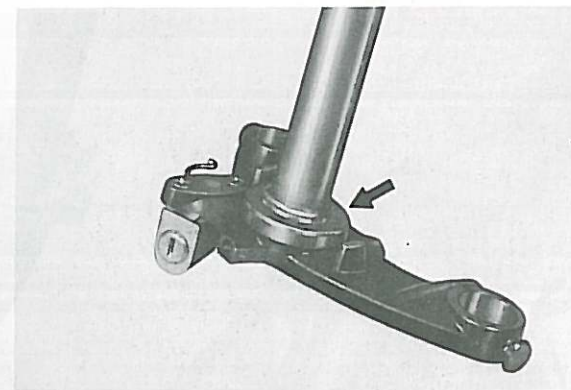

Fig. 5-7-8
2. Remove the bearing race from the lower bracket by tapping around its diameter with a drift punch and hammer. (Fig. 5-7-8)
2. Enlever la cuvette restée sur l'étrier inférieur en tapant sur son pourtour avec une broche et un marteau. (Fig. 5-7-8)
2. Lagerlaufringe aus der unteren Gabelführung mittels Dorn und Hammer austreiben; Auflagepunkt des Dorns dabei am Umfang laufend verändern. (Fig. 5-7-8)